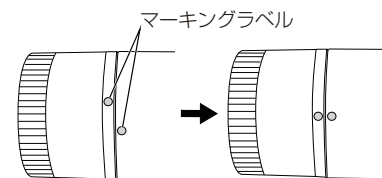

図4 フロントカバー マーキングラベル
- フロントカバーを取り付ける際は、ゴム手袋をしてマーキングラベルが一致するまで強く締め付けること。(図4)